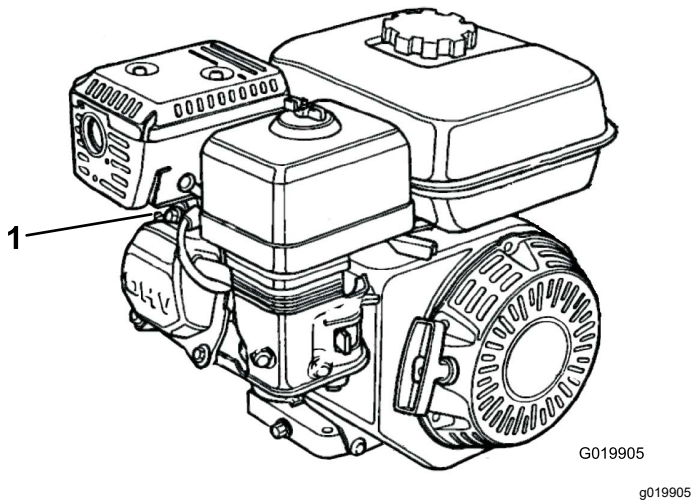

Bild 31
2. Ziehen Sie den Zündkerzenstecker von der Zündkerze ab (Bild 31).